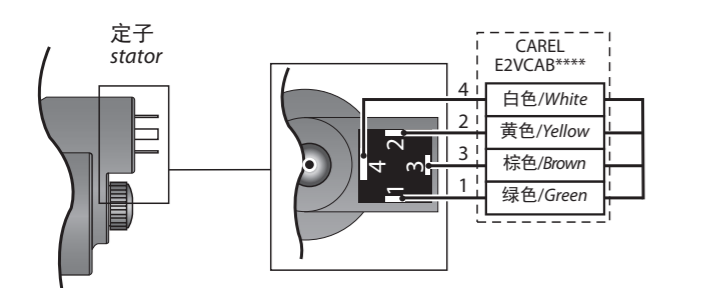

Fig. 3
7. Collegare il connettore già cablato al motore passo passo nel relativo alloggiamento e serrare la vite con una coppia di 0,5 Nm seguendo le indicazioni in Fig.3. Collegare a questo punto l'estremità quadripolare del cavo nei relativi morsetti del Driver CAREL EVD*** o relativo controllo omologato CAREL ed impostare i parametri secondo la seguente tabella:
7. connect the pre-wired connector to the socket on the stepper motor and tighten the screw, applying a force of 0,5 Nm, following the indications in Fig. 3. Then connect the four-pin end of the cable to the corresponding terminals on the CAREL EVD*** driver or other approved CAREL controller, and set the parameters as shown in the table below.
- brancher le connecteur déjà câblé au moteur pas pas sur son emplacement et serrer la vis avec un couple 0,5 Nm en suivant les indications en Fig. 3. Connecter alors l'extrémité quadripolaire du câble aux bornes correspondantes du Driver CAREL EVD*** ou au contrôle homologué CAREL correspondant et configurer les paramètres selon le point de consigne repris sur le tableau ci-dessous.
- Den vorverdrähteten Steckverbinder an den Schrittmotor anschließen und die Schraube nach den Anleitungen der Fig. 3 mit rund 0,5 Nm Drehmoment zudrehen. Das Verleiterkabelende an die entsprechenden Klemmen des CAREL-Treibers EVD*** oder an eine andere zulässige CAREL-Steuerung anschließen und die Parameter gemäß nachstehender Tabelle einstellen.